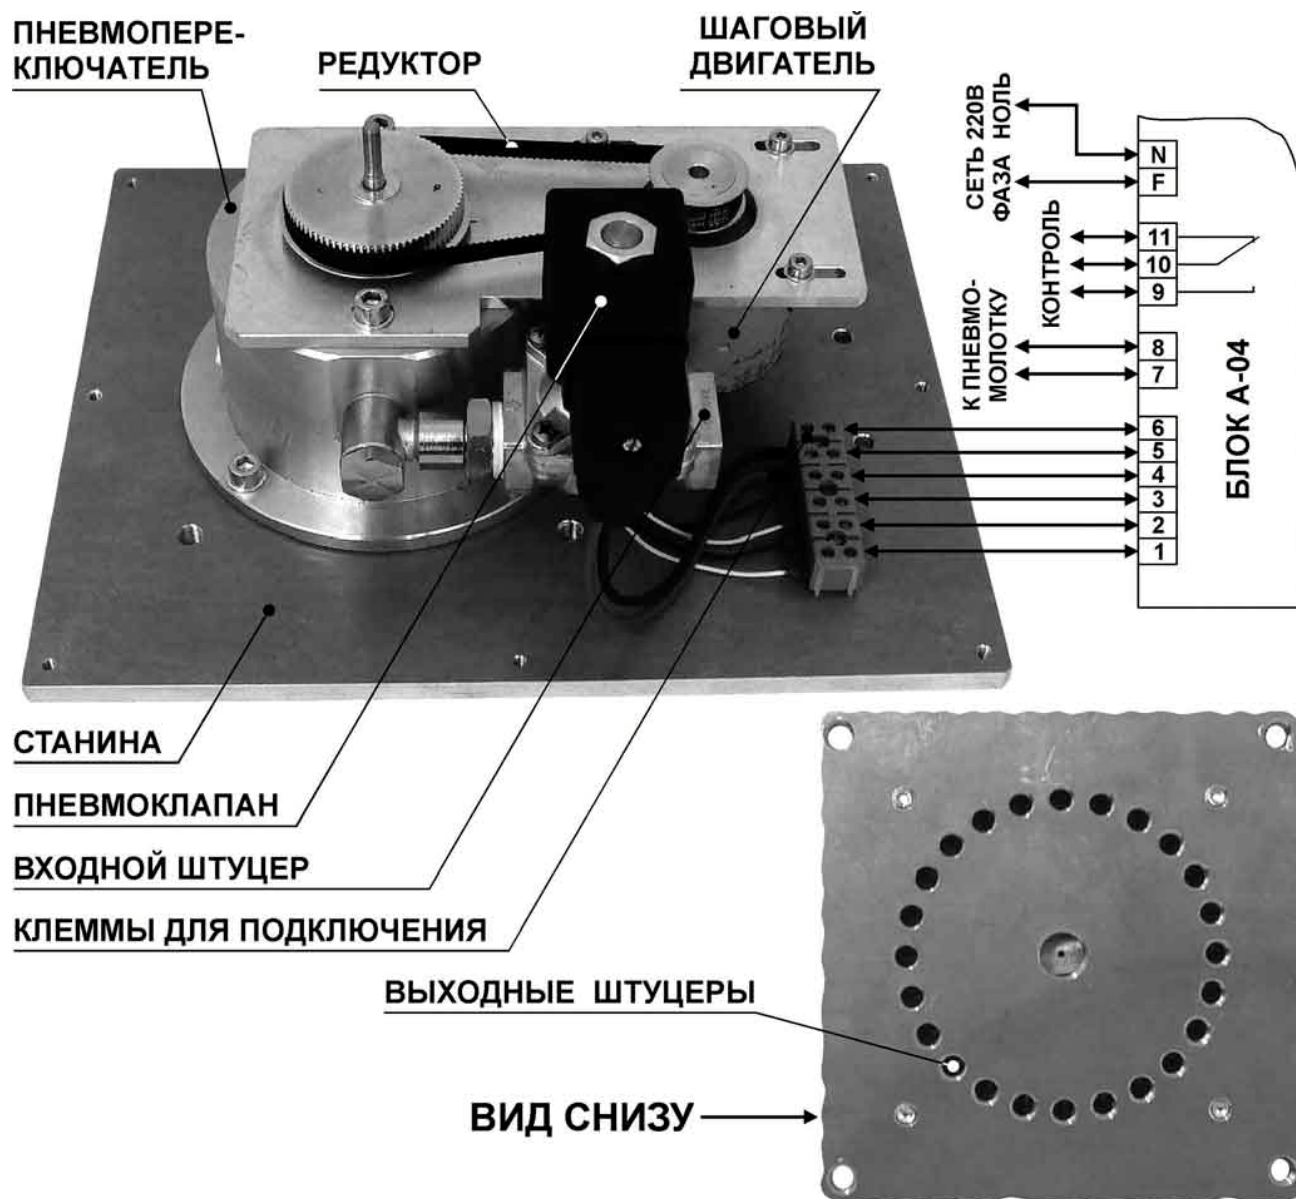
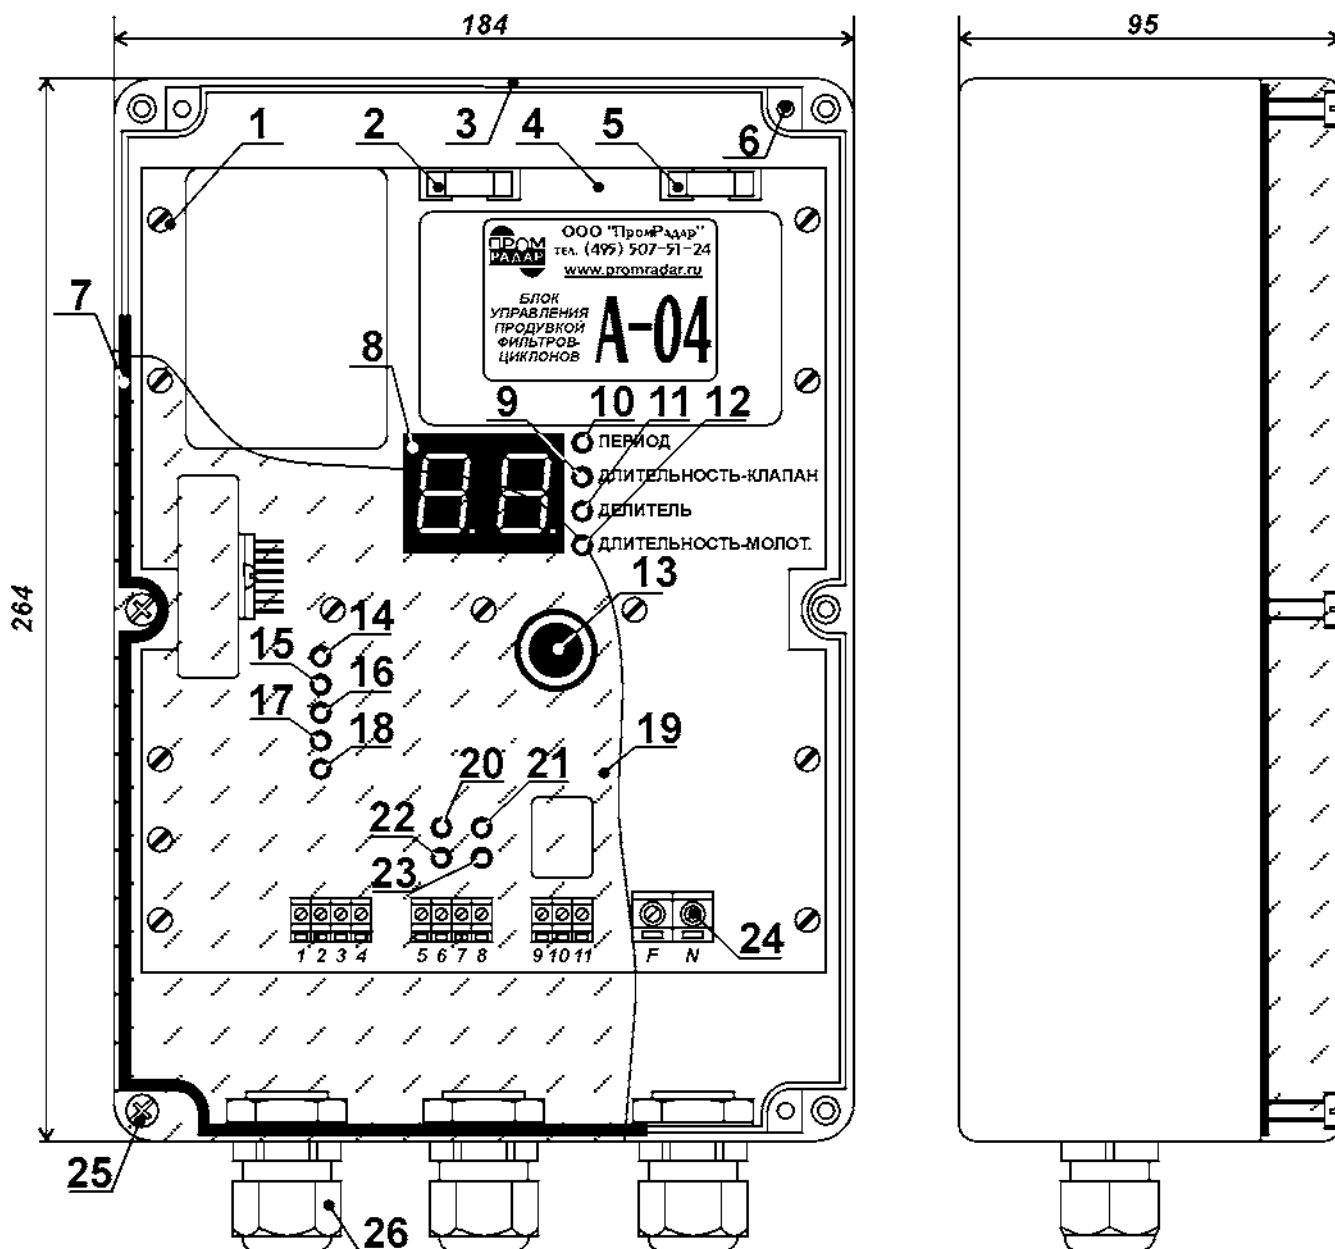

Рис. 1. Электромеханический пневмораспределитель.
Рис. 2. Конструкция блока А-04.
Блок используется совместно с 24-канальным электромеханическим пневмораспределителем (рис. 1) производства итальянской фирмы Osgim (далее – «**распределитель**»).
Конструкция блока показана на рис. 2. Электрическая схема блока собрана на печатной плате (поз. 4), которая саморезами (поз. 1) закреплена в корпусе (поз. 3).
7.5. Схема подключения внешних цепей к клеммам блока показана на рис. 1 (стр. 3). При отсутствии на электромеханическом распределителе нумерации клемм необходимо пронумеровать клеммы распределителя цифрами от 1 до 6, начиная с нижней по рис. 1 клеммы. Для подключения распределителя к блоку следует соединить между собой клеммы с одинаковыми номерами.
7.7. Для дистанционного контроля за работой блока следует использовать перекидную группу контактов электромагнитного реле, подключённую к клеммам 9 – 11 блока (рис. 1).
В процессе работы на цифровом табло [поз. 8 на рис. 2] отображается время, оставшееся до выдачи очередного импульса на пневмоклапан.
8.2. Для того, чтобы изменить параметры управляющих сигналов, следует нажать на энкодер [поз. 13 на рис. 2]. При каждом нажатии последовательно включается один из светодиодов [поз. 10, 9, 11 и 12 на рис. 2], указывая на то, какой из параметров может быть изменён. Уменьшение введённого значения осуществляется поворотом энкодера против часовой стрелки, а увеличение - поворотом по часовой стрелке. Текущее значение параметра отображается на цифровом табло [поз. 8 на рис. 2].
8.4. На печатной плате блока установлено два плавких предохранителя, включённых в цепи сетевого напряжения. Один из них [поз. 2 на рис. 2] защищает обмотки шагового электродвигателя при отказе модуля электропитания с выходным напряжением 12 В. Второй предохранитель [поз. 5 на рис. 2] обеспечивает защиту катушек пневмоклапана и пневмомолотка при отказе модуля электропитания с выходным напряжением 24 В.
8.5. Светодиодные индикаторы [поз. 14, 15, 16 и 17 на рис. 2] зелёного цвета являются служебными и отображают состояние входных сигналов, подаваемых на узел управления шаговым электродвигателем распределителя.
8.6. Светодиодный индикатор [поз. 18 на рис. 2] красного цвета срабатывает при токовой перегрузке или коротком замыкании в любой из внешних цепей: в обмотках шагового электродвигателя, в катушке пневмоклапана или в катушке пневмомолотка.
8.7. Индикатор [поз. 20 на рис. 2] зелёного цвета отображает наличие управляющего импульса на катушке пневмоклапана. При токовой перегрузке или коротком замыкании в катушке пневмоклапана одновременно с ним загорается индикатор [поз. 22 на рис. 2] красного цвета.
8.8. Индикатор [поз. 21 на рис. 2] зелёного цвета отображает наличие управляющего импульса на катушке пневмомолотка. При токовой перегрузке или коротком замыкании в катушке пневмомолотка одновременно с ним загорается индикатор [поз. 23 на рис. 2] красного цвета.
8.9. Если индикатор красного цвета [поз. 18 на рис. 2] горит постоянно, а ни один из индикаторов [поз. 22 или поз. 23 на рис. 2] не срабатывает, то это указывает на токовую перегрузку или короткое замыкание в обмотках шагового двигателя, подключённых к клеммам 1 – 4 блока.
8.10. При отсутствии на блоке питающего напряжения, а также при первом срабатывании любого из индикаторов токовой перегрузки [поз. 18, поз. 22 или поз. 23 на рис. 2], контакты электромагнитного реле, подключенные к клеммам 9 – 11 блока, переходят в положение, показанное на рис. 1. После устранения причин токовой перегрузки следует кратковременно снять с блока питающее напряжение. После этого при нормальной работе блока контакты реле замкнут между собой клеммы 9 и 10.